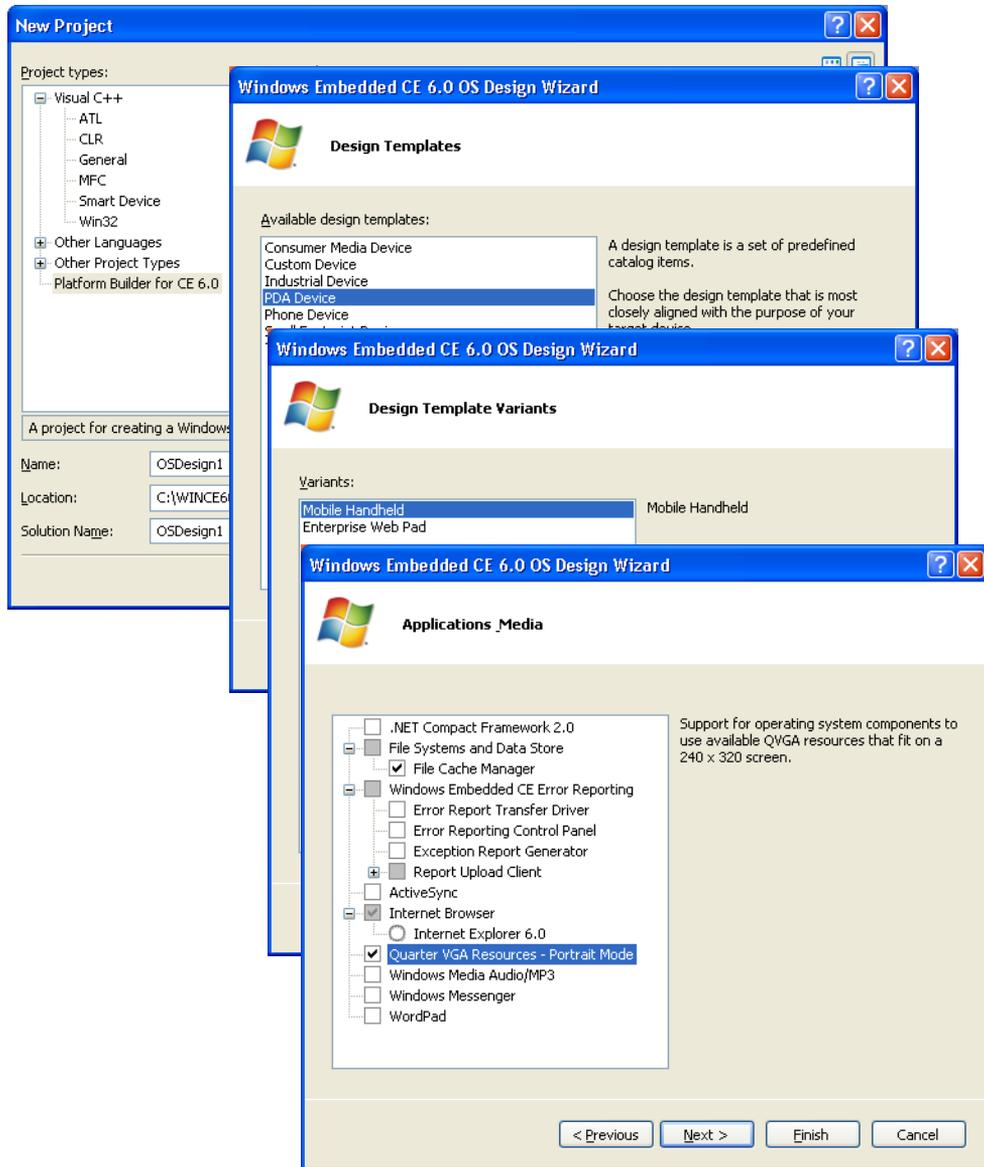

Abbildung 1.8 Erstellen eines OS Designs für ein PDA-Gerät
6. Deaktivieren Sie auf der nächsten Assistentenseite die Optionen **.NET Compact Framework 2.0** und **ActiveSync** (siehe Abbildung 1.8). Die Kontrollkästchen **Internet Browser** und **Quarter VGA Resources - Portrait Mode** müssen aktiviert sein.